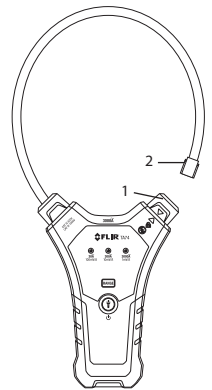

图 5-2 钳口锁定装置
5. 按逆时针方向转动钳头锁定装置（1）可松开钳头（2）。见图 5-2。
7. 将柔性钳头末端（2）安装到锁定装置（1）并按顺时针方向转动锁定装置将其固定。见图 5-2。